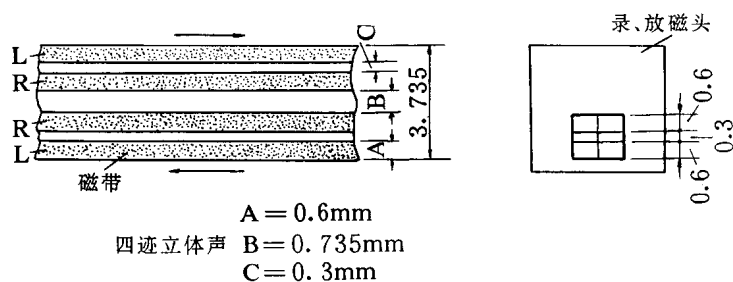

图 1-11
3. 立体声磁头 图 1-11 是立体声录放磁头铁心尺寸与磁带磁迹对应图。这种磁头是目前普及型盒式录音机中应用最多的一种录放音立体声磁头,是双道四迹,由两组铁心组成,铁心厚度为 0.56mm。